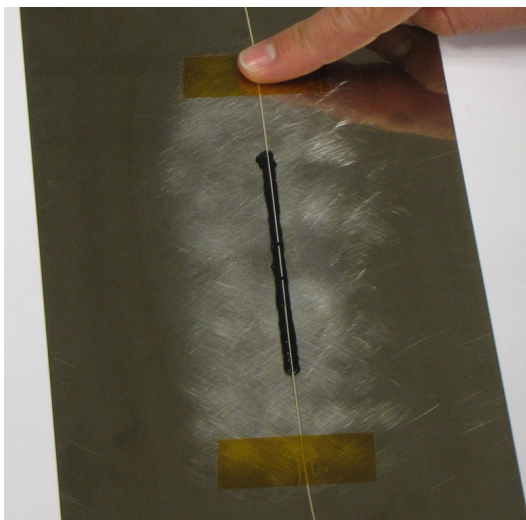

Fig. 2.10 Fixation de la fibre optique incorporée FS70PKF
- Fixer la fibre dans cette position avec du ruban adhésif (ruban adhésif polyimide recommandé : 1-KLEBEBAND) de chaque côté de la zone de collage (Fig. 2.10).